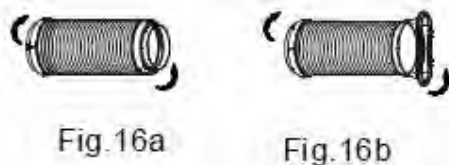

Fig. 17
2. Inserte el gancho de la manguera de escape en el asiento del orificio de la salida de aire y deslice hacia abajo la manguera de escape a lo largo de la dirección de la flecha (Véase la Fig. 17) para la instalación.